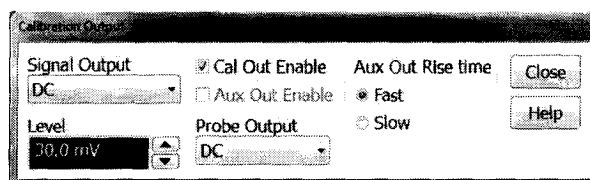

Рисунок 8
8.6.6 Установить на встроенном калибраторе осциллографа (CAL OUT ) напряжение плюс 30 мВ, для чего (рисунок 8):